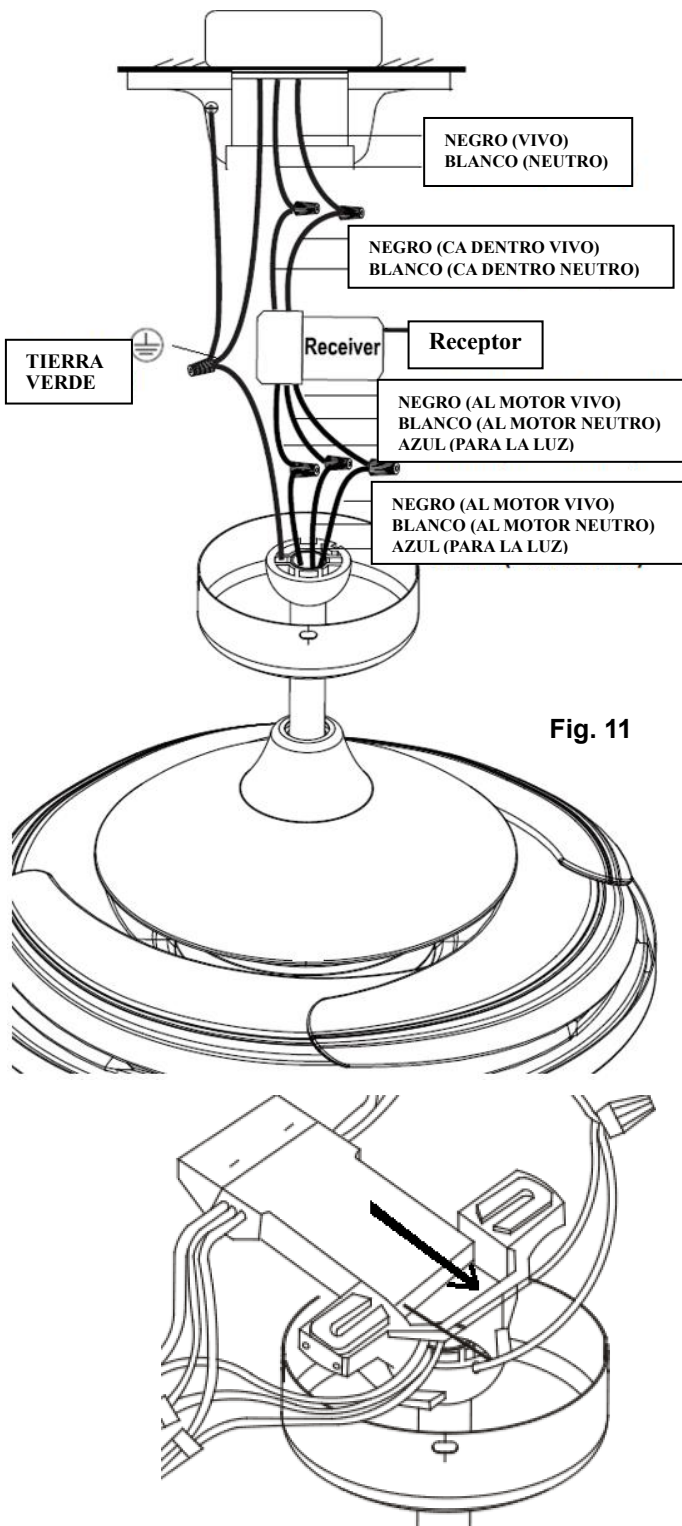

Fig. 11
1. Conecte el cable vivo de la alimentación de la casa (negro) al cable de entrada del receptor (negro, CA DENTRO VIVO), como se muestra en la **Fig. 11**.